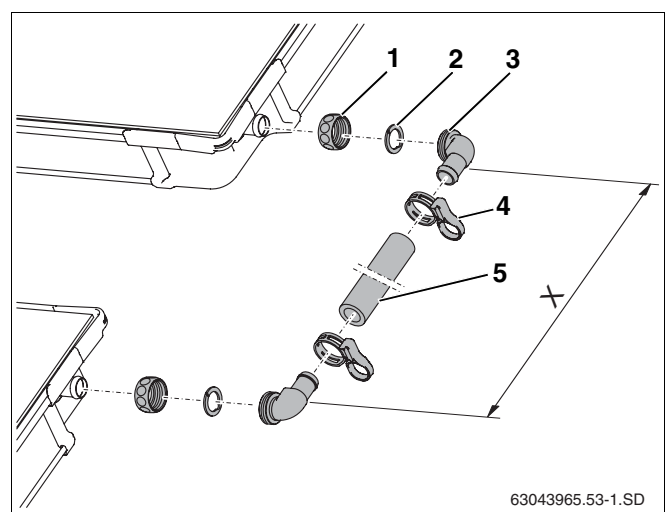

Fig. 54 Conjunto de ligação entre duas filas de colectores
- ▶ Inserir a porca (fig. 54, **item 1**) sobre as ligações do colector.
- ▶ Colocar a anilha de aperto (fig. 54, **item 2**) atrás do reforço da ligação do colector e apertar.
- ▶ Apertar e alinhar o terminal angular com o O-Ring (fig. 54, **item 3**) à ligação, e aparafusar com a porca.
- ▶ Medir a distância entre os terminais angulares (medida X) nos colectores instalados e cortar a mangueira (fig. 54, **item 5**) de forma correspondente.
- ▶ Inserir a mangueira solar nos terminais angulares e apertar com braçadeiras de mola (fig. 54, **item 4**).